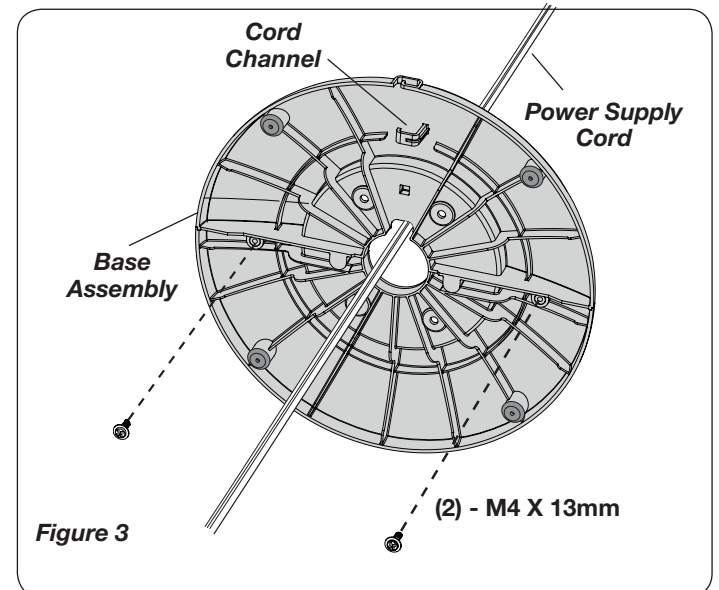

Figure 3
2. Secure the Base halves with (2) M4 X 13mm Screws. Thread the **Power Supply Cord** through the large hole in the **Base Assembly**. **NOTE:** The **Cord Channel** on the bottom of the **Base** should be towards the back of the Heater. (**Figure 3**)
**AUTOMATIC TEMPERATURE CONTROL (Figure 3)**
- Fije las mitades de la base con (2) tornillos M4 X 13 mm. Pase el **Cable Eléctrico** por el gran orificio que se encuentra del **Conjunto de la Base**. **NOTA:** El **Canal Para Cable** en la parte inferior de la base debe estar hacia la parte posterior del Calefactor. (*Figure 3*)